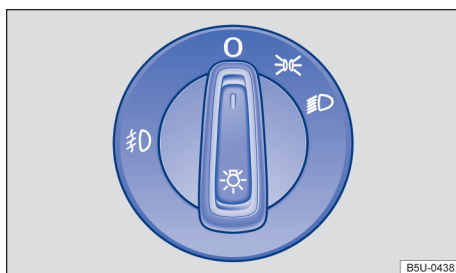

Fig. 64 No painel: interruptor das luzes.
- Ligar o farol de neblina : o interruptor rotativo das luzes → Fig. 64 deve estar na posição  ou . Puxar o interruptor até o primeiro engate.